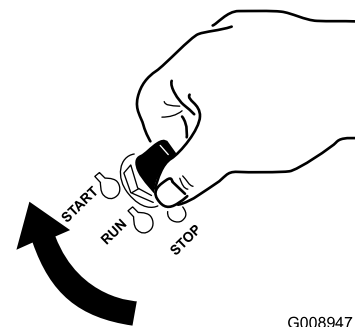

Figura 21
1. Gire la llave a la posición de ARRANQUE (Figura 21).